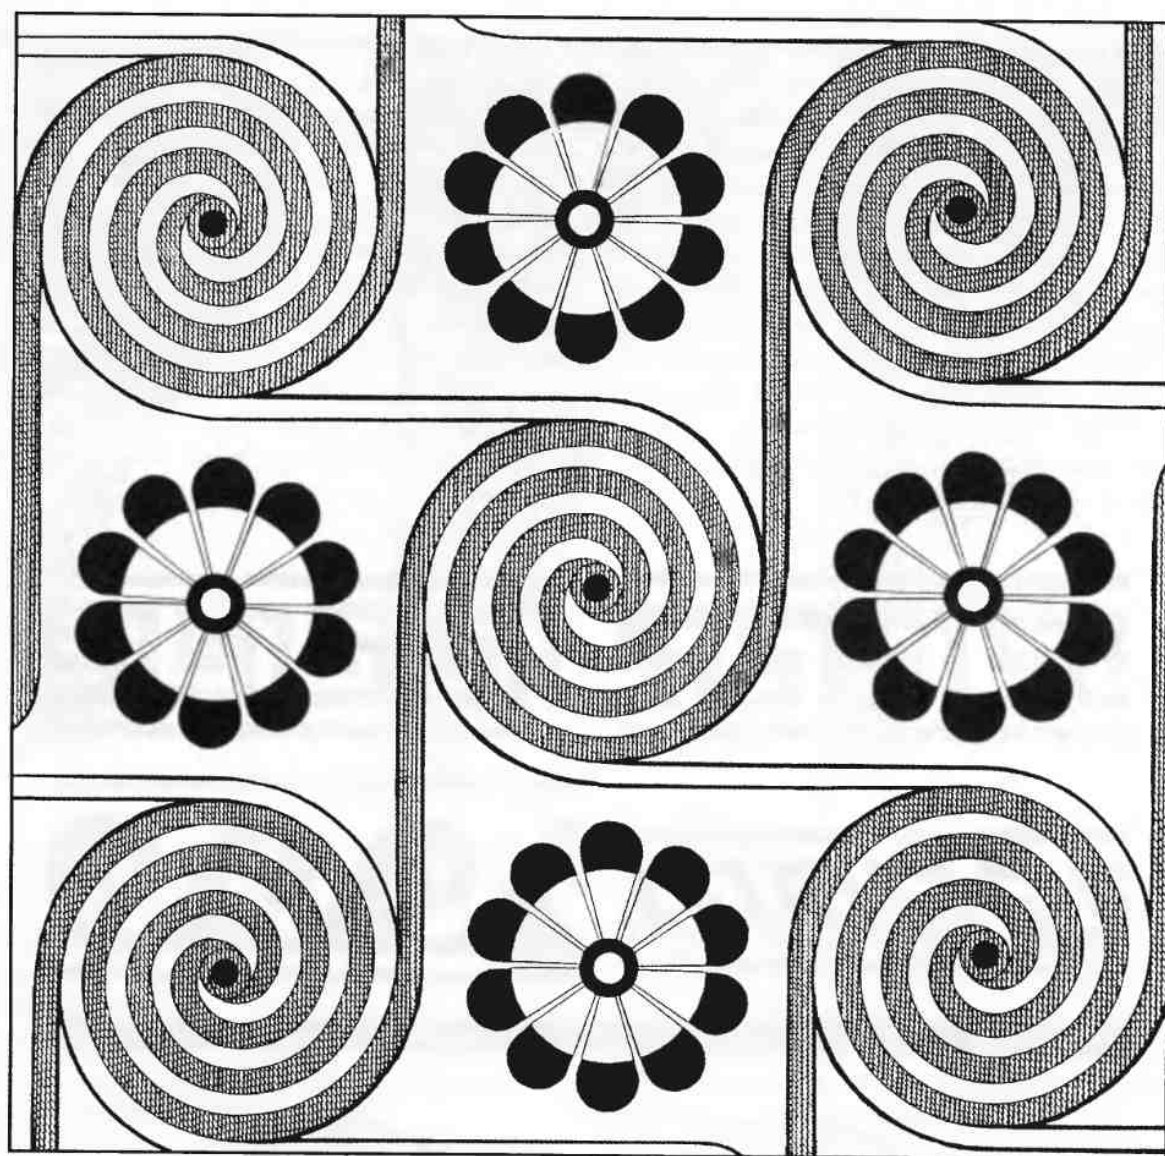

Рис. 583. Геометрический орнамент для выполнения в технике контурной резьбы с тонированием, в рельефной резьбе, выжигании и др.
**Орнамент** — живописное, графическое, рельефное или скульптурное украшение из сочетания геометрических, растительных или животных элементов (рис. 583—585). Подробнее об орнаменте см. специальный раздел книги.